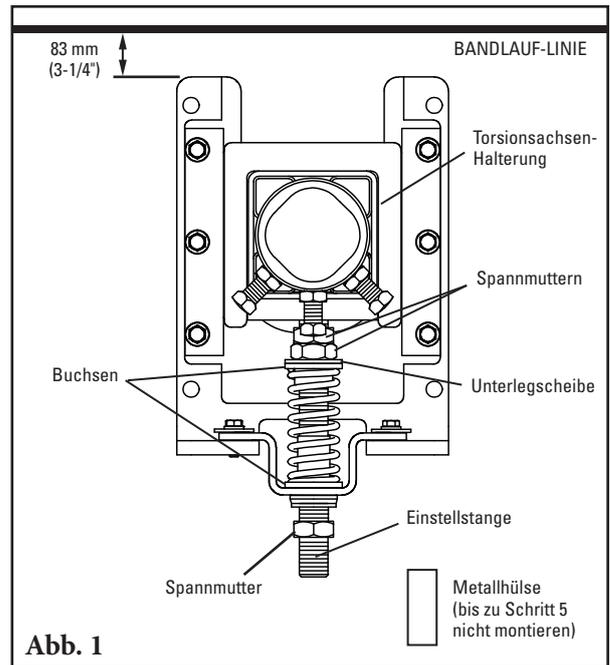

Abb. 1
- Wechseln Sie von der gewöhnlichen Zugspannung in die Druck-Spannkonfiguration.** Entfernen Sie die 3 Spannmutter, die Unterlegscheibe, die 2 Buchsen, die Feder, die Hülse und die Hutschienenhalterung; dann wieder zusammenbauen (Abb. 1) mit 2 Spannmutter, Unterlegscheibe, 2 Buchsen, Feder und Hutschienenhalterung am oberen Ende der Einstellstange. Fügen Sie die dritte Spannmutter an der Unterseite der Einstellstange hinzu, dadurch wird die Metallhülse gesichert.
- Montagesockel der Spannvorrichtung installieren.** Montieren Sie die Sockel an der Tragkonstruktion oder am Übergabetrichter so, dass sich die Oberseiten der Sockelstützen 83 mm (3-1/4") unter dem Förderband befinden (Abb. 1).